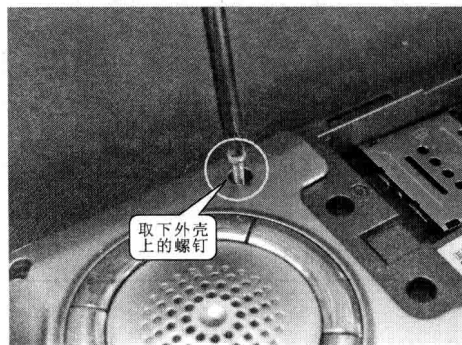

图 1-9 拆卸步骤⑨
步骤⑨ 用十字螺丝刀取下外壳上的 4 颗螺钉,取下的螺钉应妥善放置以免丢失,如图 1-9 所示。